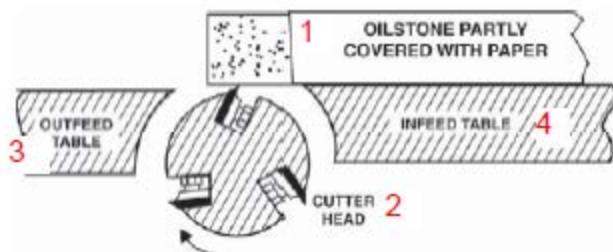

Рис. 29: 1 – наждак, частично завернутый в бумагу, 2 – режущий вал, 3 – отводящий стол, 4 – подающий стол
3. Для защиты подающего стола от царапин частично укрыть наждачный камень бумагой (рис. 29).